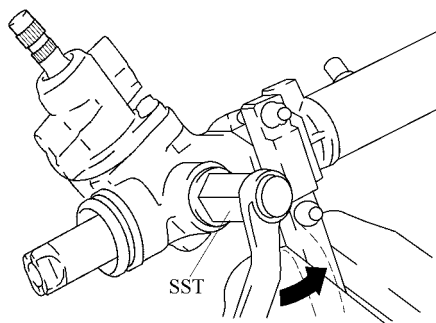

图 16-74 退出齿条导套弹簧帽 30°
1) 使用转向机壳大修工具退出齿条导套弹簧帽 30°，如图 16-74 所示。